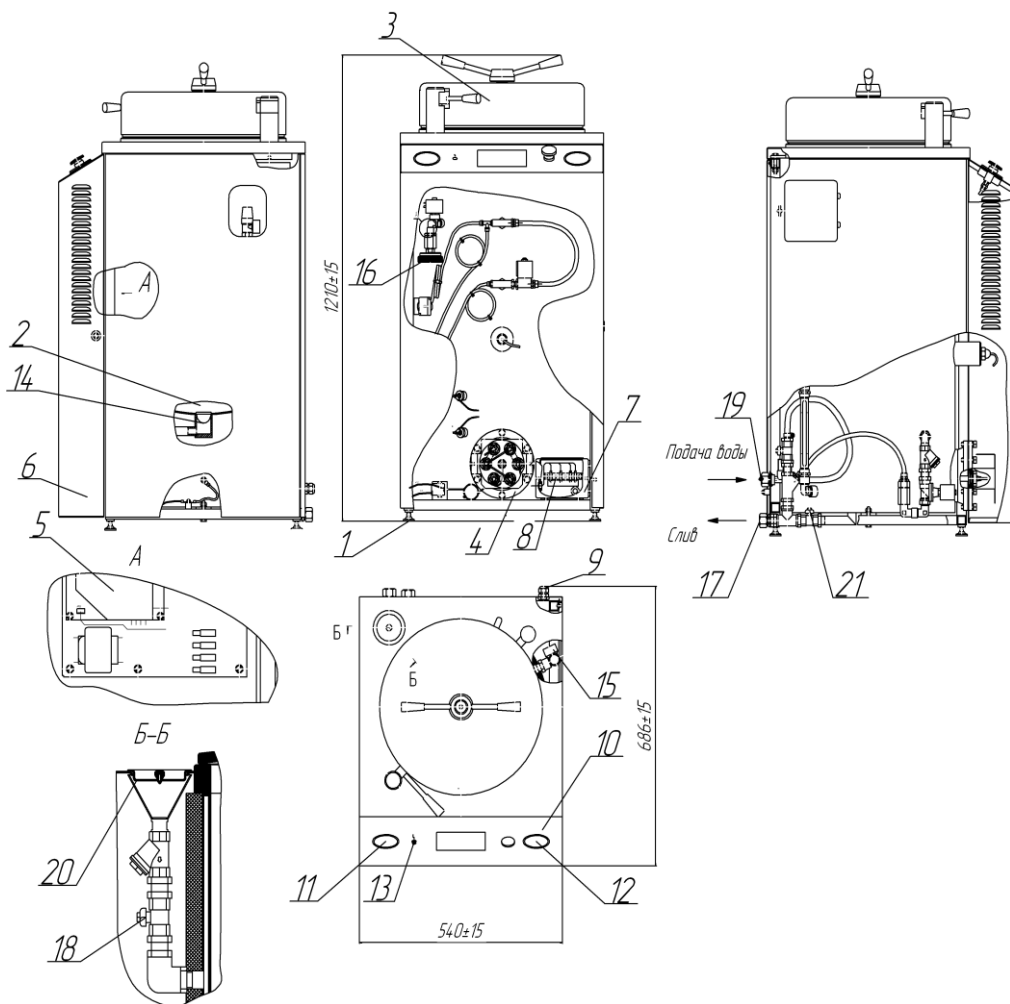

Рис. 1 Стерилизатор ВКа-75-Р-ПЗ.
1.4.1 Внешний вид стерилизатора приведён на рис. 1. Основными сборочными единицами стерилизатора являются (см. рис. 1):
Слив воды производится открыванием сливного вентиля. Сливать воду из парогенератора необходимо всегда, когда есть вероятность охлаждения стерилизатора до отрицательных температур (транспортирование, хранение и т.п.). Иначе возможен выход из строя парогенератора. Для эффективного удаления воды сливным вентилем необходимо, чтобы парогенератор находился в разогретом состоянии, в чем можно убедиться по манометру 11 (рисунок 1), он должен показывать избыточное давление порядка 0,05 МПа.
2.2.2 Распаковать стерилизатор, произвести внешний осмотр, проверить комплектность в соответствии с разделом 1.3 настоящего руководства, установить стерилизатор на опоры 1 (см. рисунок 1).
2.2.5 Соединить штуцер 17 (см. рисунок 1) с канализацией посредством гибкого шланга.